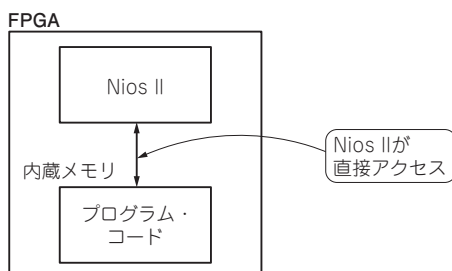

図1 内蔵メモリからブート
(1) 内蔵メモリ・マクロに初期値として格納する方法 (図1)